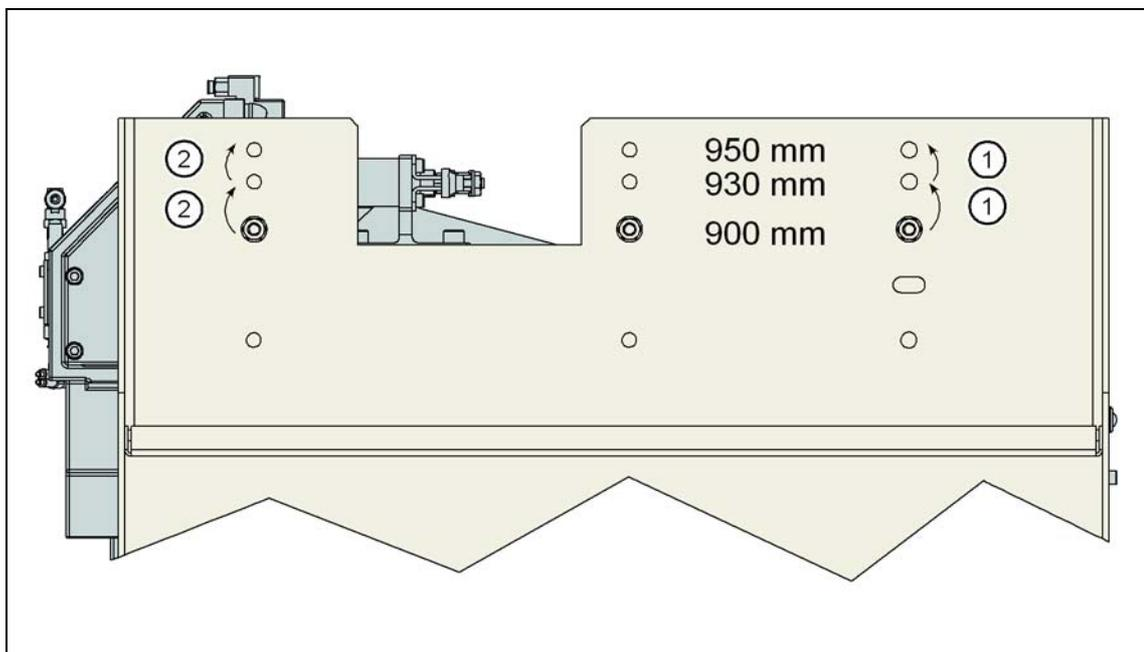

图 6.4 - 6 转换步骤的顺序
- 拧松两个已固定的连接（图 6.4 - 5 中的 3，第 315 页）。
- 拧松其他两个已固定的连接（图 6.4 - 5 中的 2，第 315 页）。
- 取下两个六角螺帽 M8 和垫圈（图 6.4 - 5 中的 4，第 315 页）。
- 握住料车装卸装置的侧面（图 6.4 - 5 中的 10，第 315 页）并取下此处的两个六角套筒螺钉 M8x40。
- 握住料车装卸装置的 FCU（图 6.4 - 5 中的 12，第 315 页），然后取下图 6.4 - 5 中的 2，第 315 页的固定连接。
- 使用六角套筒螺钉 M8x18（图 6.4 - 5 中的 9，第 315 页）拧紧左右导轨（图 6.4 - 5 中的 8，第 315 页）。